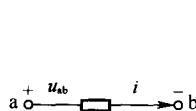

图 1-5 电阻元件中的关联参考方向
(1) 定义: 电压也称电位差 (或电势差)。电路中 a、b 两点间的电压用  $u_{ab}$  表示, 如图 1-5 所示,  $u_{ab}$  为将单位正电荷由点 a 移动到点 b 所需要的能量, 即
当电流的方向与电压方向选取一致，称为关联参考方向，如图 1-5 所示。
① 电阻元件中，流过它的电流与其两端的电压实际上总为相同方向，因此，其功率  $P(t) = u(t) \cdot i(t) > 0$ ，电阻元件为消耗电能能量的元件。那么在电压、电流方向取为关联方向时，如图 1-5 所示，如果计算得出的功率值大于零，则说明该电路部分吸收功率，耗能。